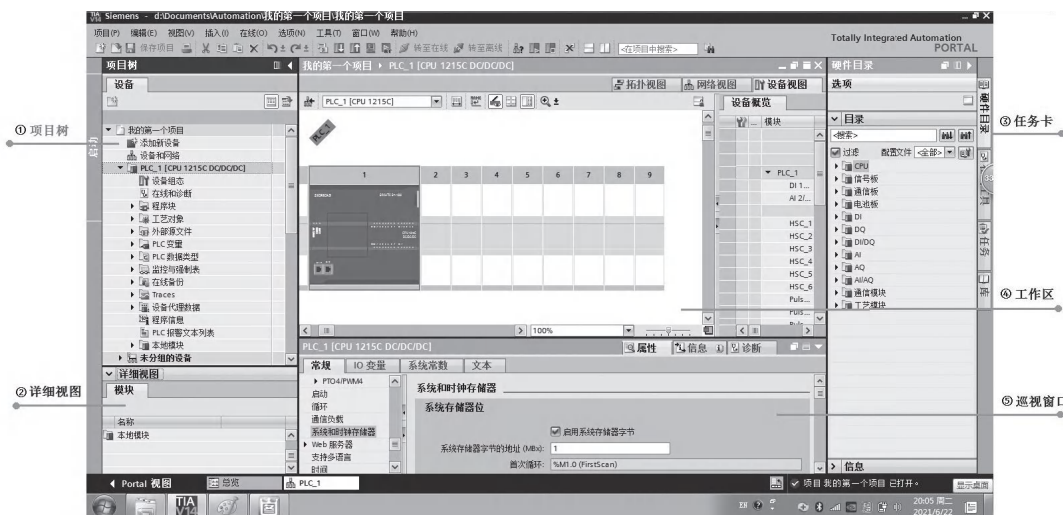

图 1-27 项目视图
项目视图如图 1-27 所示,是基于项目的,在项目视图中整个项目按多层结构显示在项目树中,可以直接访问所有的编辑器、参数和数据,并进行高效的工程组态和编程。使用时常用的有项目树、详细视图、任务卡、工作区、巡视窗口几个部分,如图 1-27 所示。
③任务卡。标有③的区域为任务卡,任务卡的功能与编辑器有关,任务卡中的内容多少取决于所安装的软件产品,可以通过最右边的竖条按钮来切换任务卡显示的内容。图 1-27 中的任务卡显示的是硬件目录。
④工作区。标有④的区域为工作区,工作区内可以进行编辑或者显示打开的编辑器,可以打开若干个编辑器,但是一般只能在工作区同时显示一个当前打开的编辑器。如果